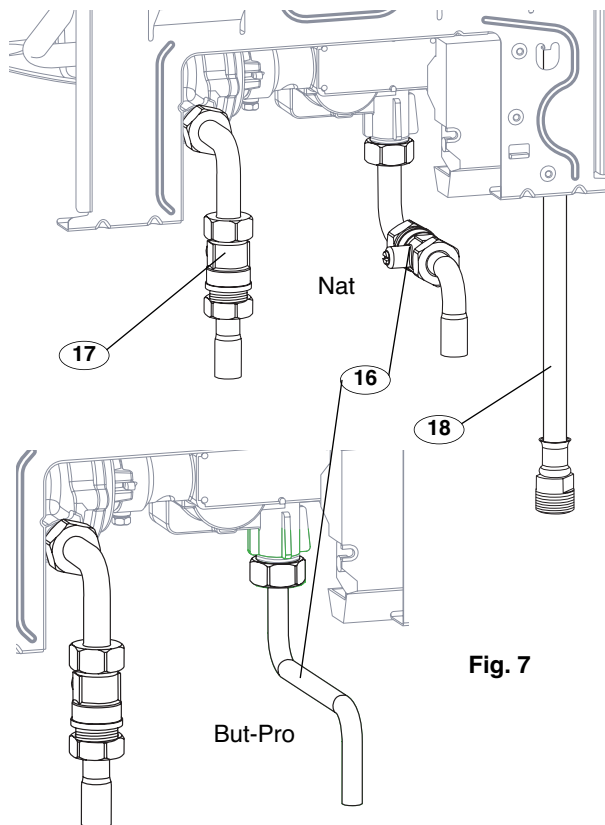

Fig. 7
Raccordement gaz naturel (fig. 7) :
Raccordement gaz butane - propane (fig. 7) :
Raccordement eau froide (fig. 7) :
Raccordement eau chaude par la durit (18) (fig. 7) montée sur l'appareil.